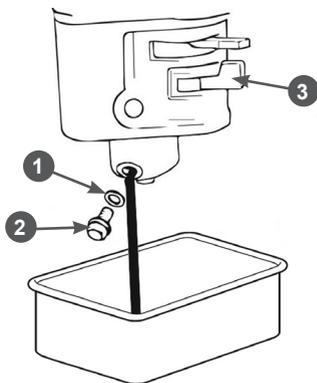

Рис. 14. Обслуживание карбюратора
1. Установите под карбюратор подходящую емкость (Рис. 14).
2. Установите рычаг топливного крана 3 в положение «ЗАКРЫТО» (Рис. 14).
3. Открутите болт 2 сливного отверстия и слейте топливо из поплавковой камеры карбюратора в подготовленную для этого ёмкость (Рис. 14).
1. Слейте топливо из топливного бака и карбюратора (Рис. 14).